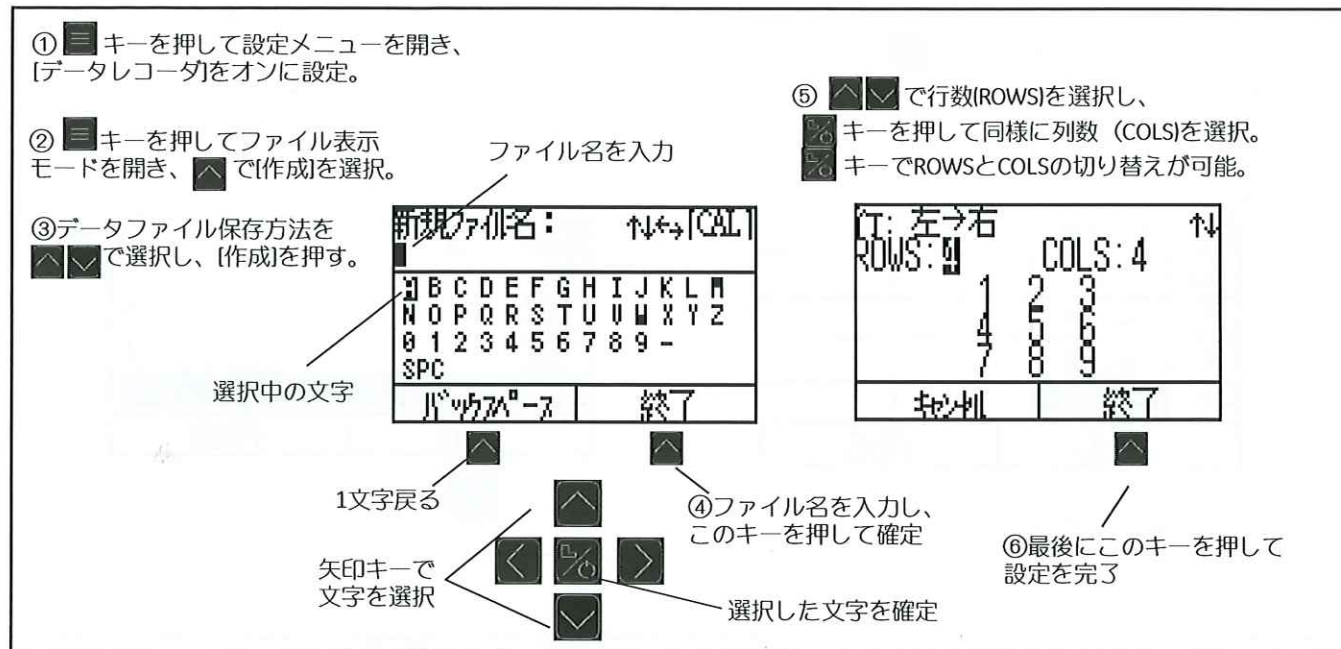

図 21: 新規ファイル作成手順
- 行数と列数の設定（図 21 参照）
- 保存方向の設定（図 21 参照）
データファイル作成の手順は図 21 を参照してください。